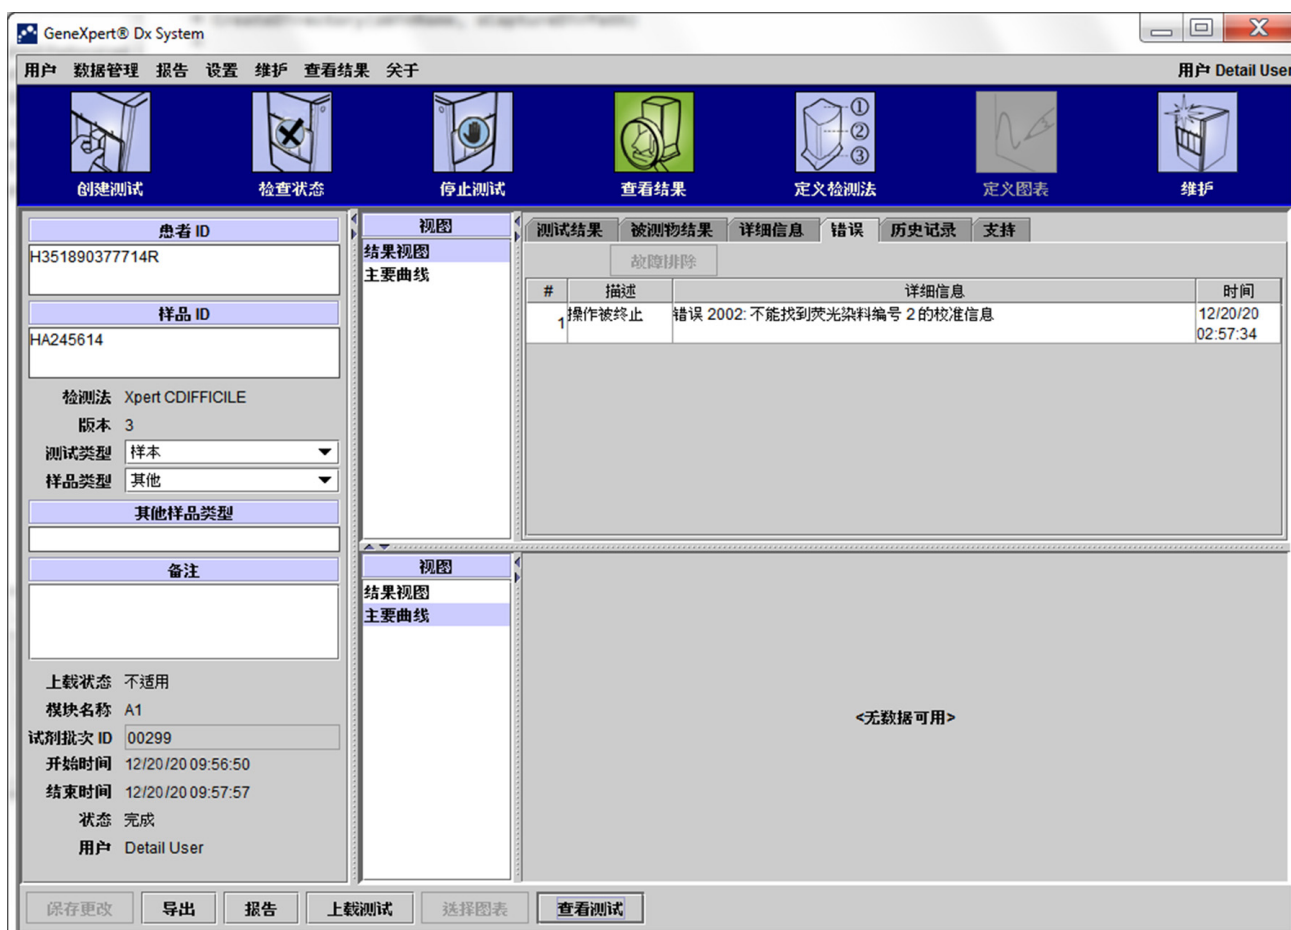

图 5-44. GeneXpert Dx System – “查看结果”窗口 — “错误”选项卡（Detail 用户和管理员视图）
**错误**选项卡列出在测试过程期间遇到的错误并提供以下信息（参见图 5-44）。